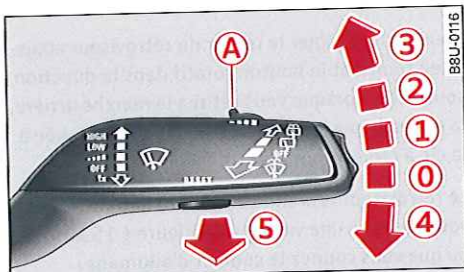

Fig. 50 Levier d'essuie-glace
- Coupez le contact d'allumage et amenez brièvement le levier d'essuie-glace en position ④ ➔ page 52, fig. 50. Les essuie-glaces se placent en position d'entretien.
- Désactivez les essuie-glaces (position ① ➔ page 52, fig. 50).